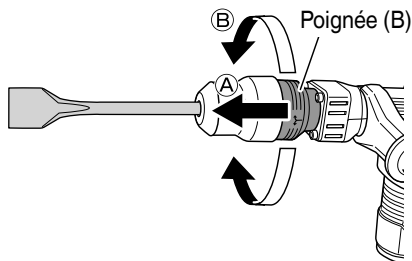

Fig. 8
(1) Comme indiqué sur la Fig. 8, si l'on tourne la poignée (B) dans le sens (B) de telle sorte que la poignée (B) glisse dans le sens (A), il sera possible de modifier librement l'angle de la lame sur n'importe quelle position.